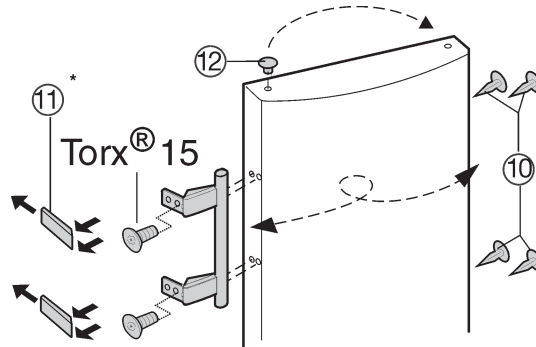

Fig. 7
- ▶ Vyměňte zátky Fig. 7 (12) z pouzdra ložisek dveří a přemístěte je.
- ▶ Odmontujte kliku dveří, zátky Fig. 7 (10) a krycí destičky Fig. 7 (11) a nasadte na druhou stranu.